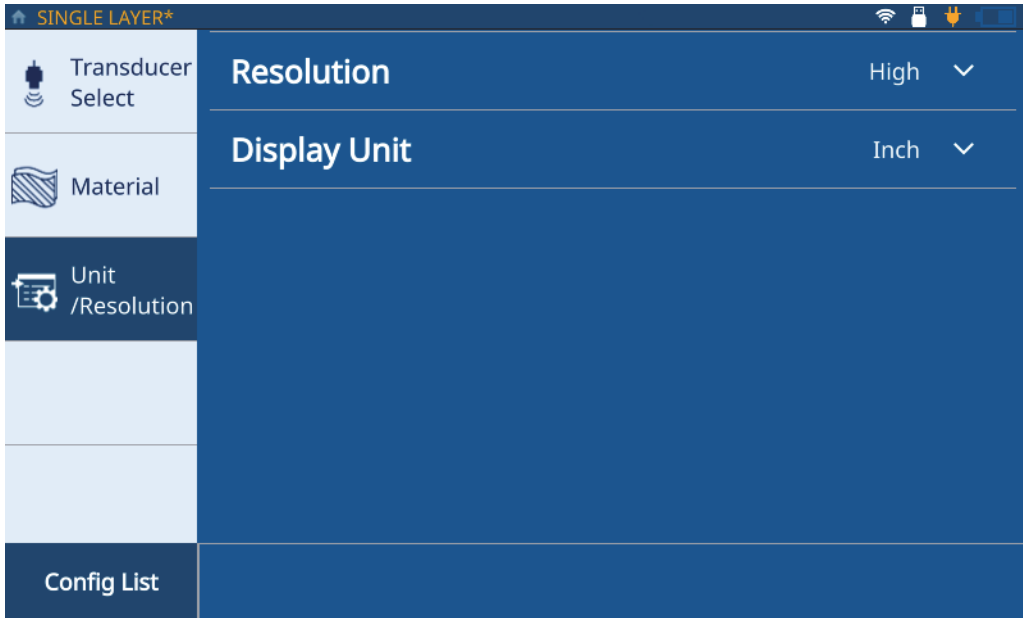

Figura 2-4 Scheda Unit/Resolution
10. Cliccare sulla scheda **Unit/Resolution** (Unità/Risoluzione) [vedi Figura 2-4 a pagina 16].
14. Ripeter i punti 12 e 13 fino a quando tutti gli strati (fino a un massimo di 6 strati) sono stati definiti, ed in seguito cliccare la scheda **Unit/Resolution** (unità/risoluzione) [vedi Figura 2-4 a pagina 16].
12. Cliccare la scheda **Unit/Resolution** (unità/risoluzione) [vedi Figura 2-4 a pagina 16].